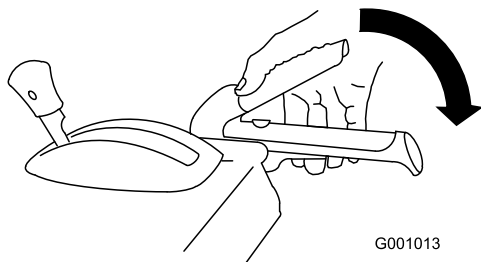

Рисунок 15
3. Для включения щетки медленно прижмите правый рычаг щетки к рукоятке (Рисунок 15).